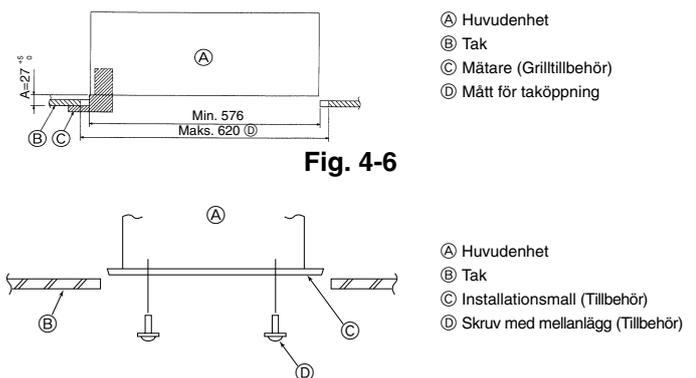

Fig. 4-7
4.6. Bekräfta huvudenhetens positionering och drag åt upphångningsbultarna (Fig. 4-7)